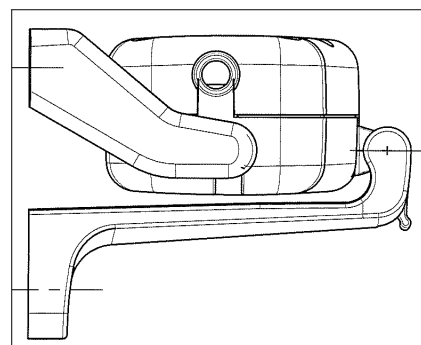

Figure 5
- G. Сочленить наконечник с цепью штифтом Ø4x32 (прилагается) в средней позиции (Fig. 5).